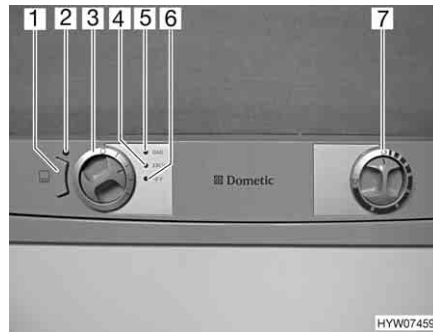

Bild 136 Bedienelemente für den Kühlschrank (Dometic 7er-Reihe mit RH)
- Energie-Wahlschalter (Bild 136,3) auf "GAS" stellen.
- Drehregler (Bild 136,7) auf maximale Leistung stellen. Die Gaszufuhr ist geöffnet. Der Zündvorgang erfolgt automatisch. Ein tickendes Geräusch ist hörbar, bis der Zündvorgang erfolgreich abgeschlossen ist. Die Betriebsanzeige "GAS" (Bild 136,5) leuchtet gelb.
- Energie-Wahlschalter (Bild 136,3) auf "O" stellen. Der Kühlschrank ist abgeschaltet.
- Energie-Wahlschalter (Bild 136,3) auf "230 V" stellen. Die Betriebsanzeige "230 V" (Bild 136,4) leuchtet grün.
- Die Kühltemperatur mit dem Drehregler (Bild 136,7) einstellen.
- Energie-Wahlschalter (Bild 136,3) auf "12 V" stellen. Die Betriebsanzeige "12 V" (Bild 136,6) leuchtet grün.
- Kühltemperatur mit dem Drehregler (Bild 136,7) einstellen.
Bei hohen Außentemperaturen und hoher Luftfeuchtigkeit kann es zur Wassertropfenbildung am Metallrahmen des Frosterfachs kommen. Deshalb ist der Kühlschrank mit einer Rahmenheizung für das Frosterfach ausgestattet. Bei hohen Temperaturen und hoher Luftfeuchtigkeit die Rahmenheizung über die Taste (Bild 136,1) einschalten. So lässt sich Korrosion vermeiden. Wenn die Rahmenheizung eingeschaltet ist, leuchtet die Kontroll-Leuchte (Bild 136,2).